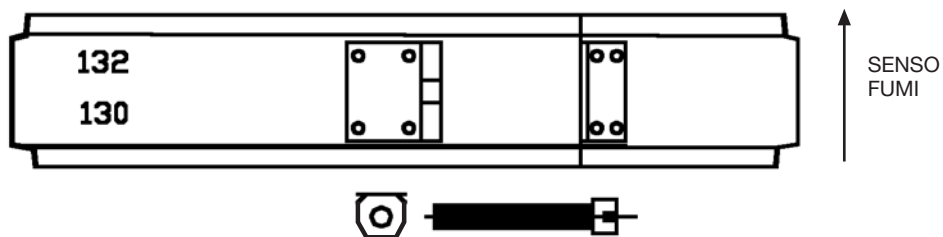

FIG. 2 Esempio di fascette di sicurezza Ø 80 coibentato
- Dopo aver innestato due elementi, montare e serrare meccanicamente la fascetta di sicurezza sulla parete esterna, assicurandosi che la vite sia ben serrata (8 N.m). Su ogni fascetta sono riportati 2 numeri indicanti il diametro esterno del profilo; la fascetta è montata correttamente quando il valore maggiore tra i due è posizionato verso l'alto (v. ds. fig. 2).